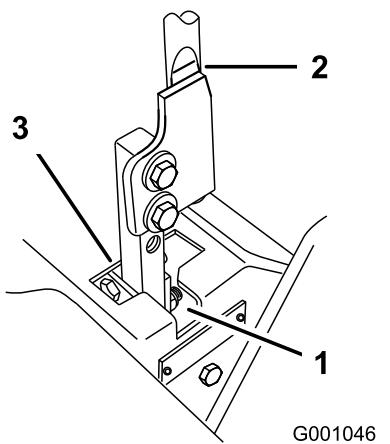

Figura 66
5. Mettete la leva in folle, senza bloccarla (Figura 66).
6. Tirate indietro la leva finché il perno con testa (sul braccio sottostante l'albero di articolazione) non tocca l'estremità della tacca (iniziate a premere sulla molla) (Figura 66).
7. Controllate dove la leva di comando corrisponde alla tacca nella console (Figura 66). Dev'essere al centro e consentire lo spostamento della leva verso l'esterno, in posizione di BLOCCO IN FOLLE.